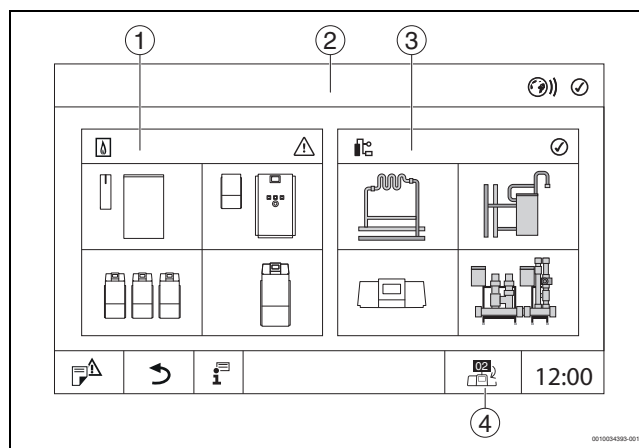

Рис. 4 Обзор системы (пример)
- Коснитесь **Выработка тепловой энергии** (→ рис. 4, [1]).
- Коснитесь **установка** (→ рис. 4, [3]).
- Коснитесь символа сетевого соединения (→ рис. 4, [4]).